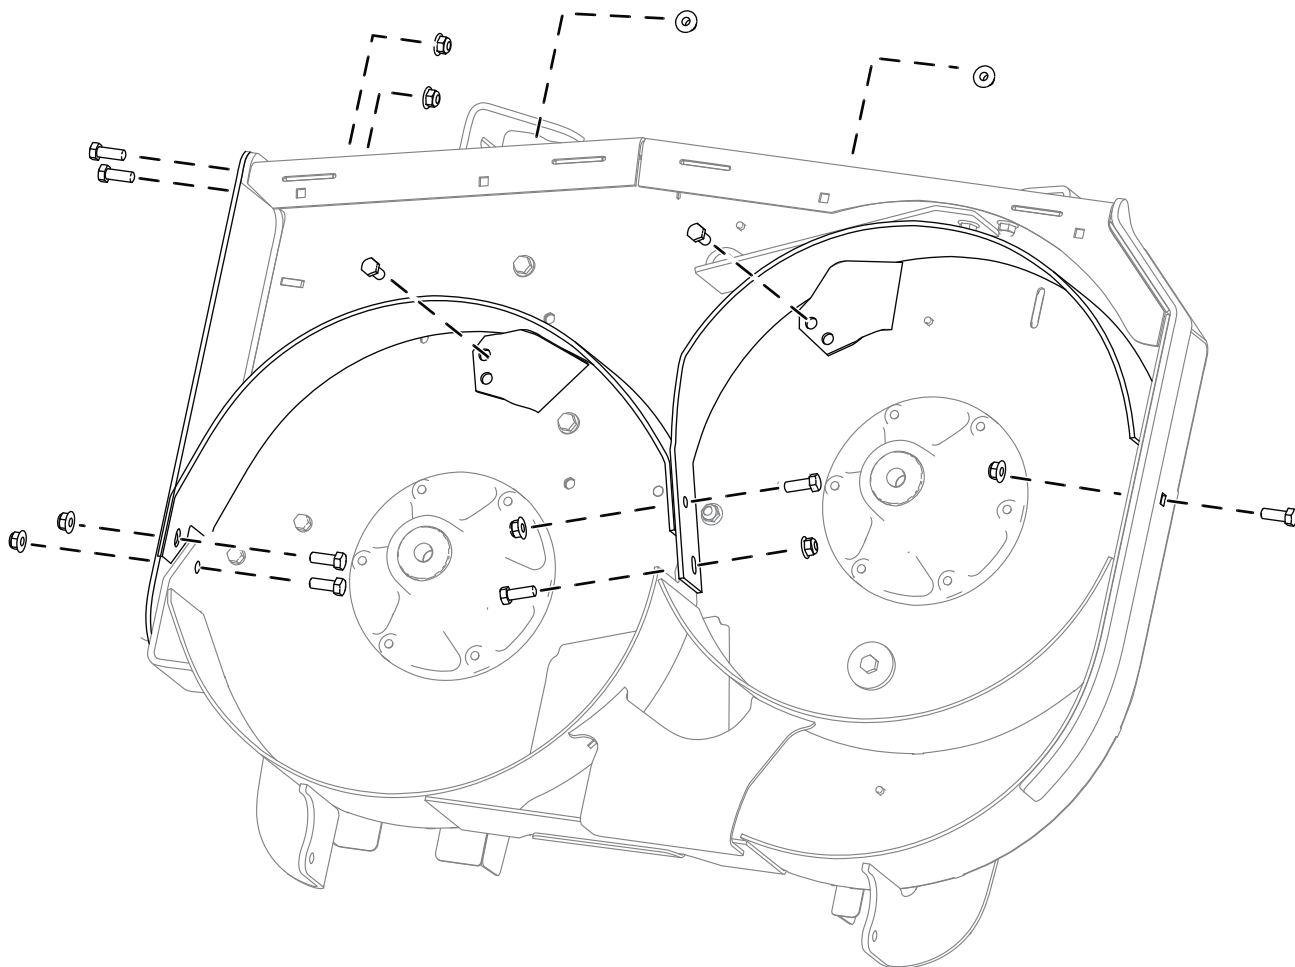

Figura 6
Montate il kit utilizzando 9 bulloni (3/8" x 1") e 9 dadi (3/8"), come illustrato nella Figura 6.
**Nota:** Assicuratevi che i bulloni siano rivolti nella direzione illustrata nella Figura 6.